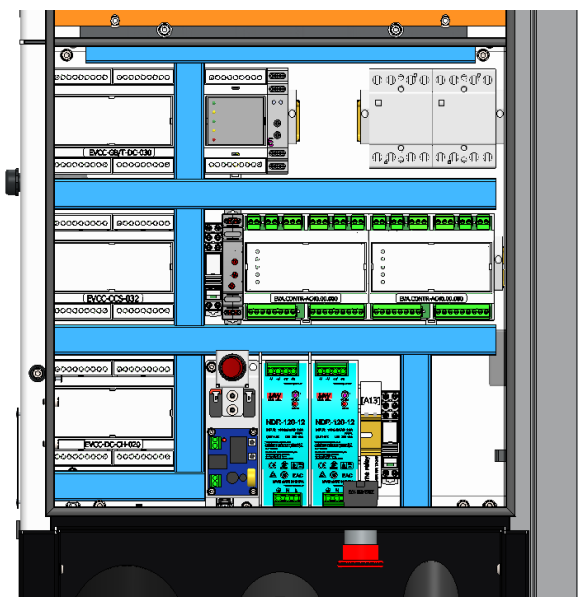

Рисунок 7.12. Контролери заряду
2. Контролери (Рисунок 7.12) встановлюються на плату (позначаються як EVCC-CN-XXX, EVCC-CCSXXX, EVCC-GBT-XXX, EVCC-AC-XXX). Для заміни контролерів заряду (Рисунок 7.12) їх необхідно витягнути, потягнувши на протилежну сторону плати.
Видалення модему (рис. 7.12):